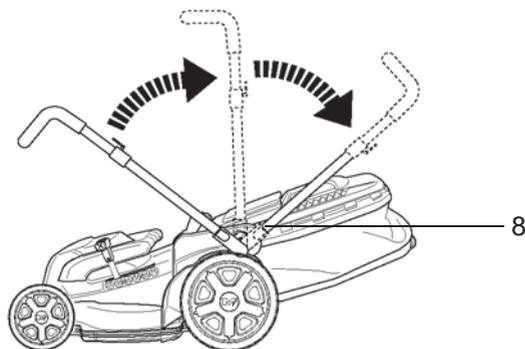

Fig.1
- > Faites pivoter le guidon [8] et déplacez-le en position de travail (Fig.1).